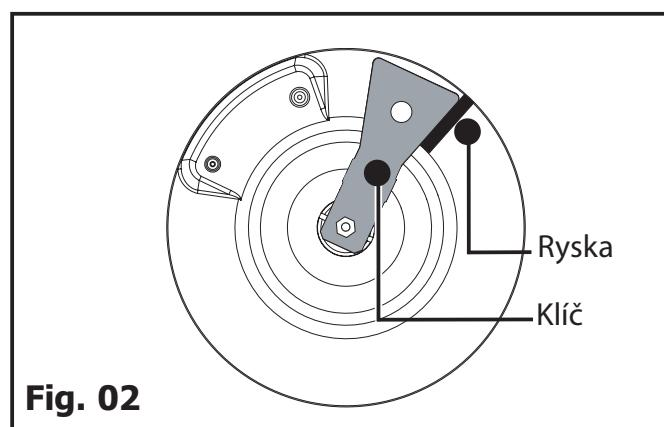

Fig. 02
- **Připojení vyztuženou pryžovou hadicí s mechanickými závitovými koncovkami** (podle normy XP D 36-112) s životností 10 let (Fig. 02).
- Tužkou obtáhněte obrys hrany klíče na misku hořáku dle návodu na obr. Fig. 02.